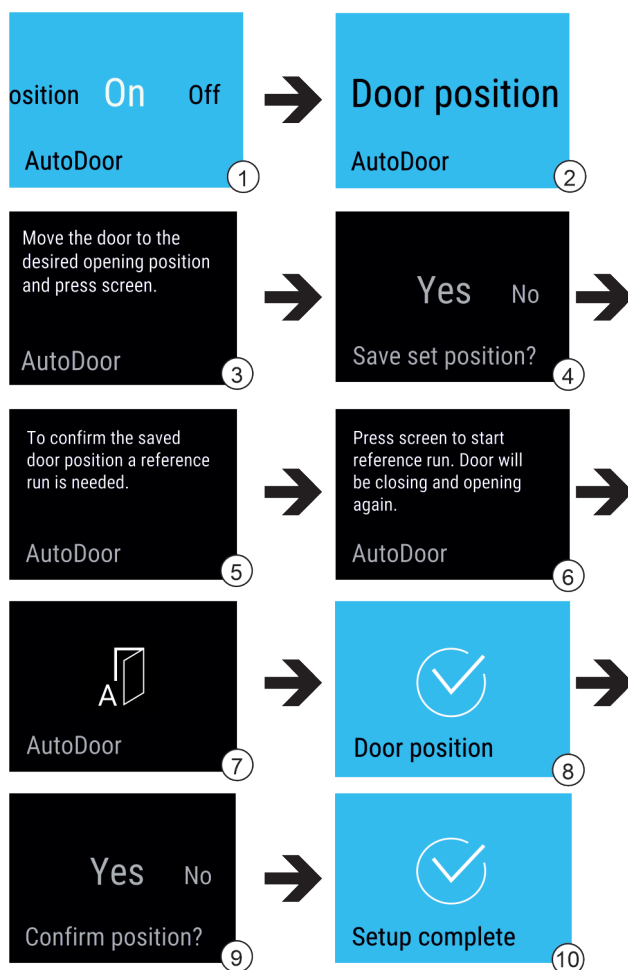

Fig. 17
- Vælg funktionen AutoDoor. Fig. 17 (1)
- Stryg henover displayet, indtil Door position vises. Fig. 17 (2)
- Konfigurering af døråbningsvinklen: Åbn døren mindst 70°. Fig. 17 (3)
- Bekræftelse af døråbningsvinklen: Tryk på meldingen på displayet. Fig. 17 (4)
- Start af referencekørsel: Tryk på displayet. Fig. 17 (6)
- ▷ Displayet blinker. Fig. 17 (7)
- ▷ Referencekørslen blev udført korrekt: Displayet er blå i 2 sekunder. Fig. 17 (8)
- Bekræft døråbningsvinklen. Fig. 17 (9)
- ▷ Displayet bliver blå. Fig. 17 (10)